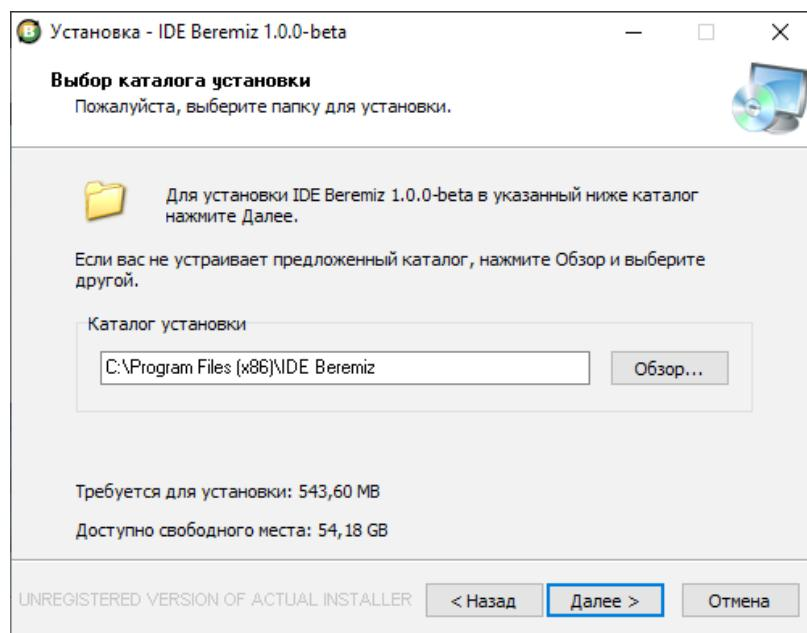

Рисунок 1.2 – Выбор директории установки
- 3) Указать директорию, куда будет произведена установка (рисунок 1.2)